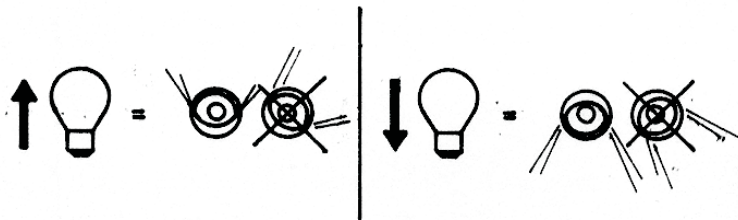

Figura 14 - Campo de luz incidente
- 2º - Verificar se a luz atinge o espelho de canto (7) corretamente.
3º - Observar se a luz ilumina corretamente o 2º condensador (8), caso contrário, corrija o espelho de canto (7). Observe na figura 14, o comportamento do campo luminoso incidente no 2º condensador, ao se variar o controle de brilho (4).